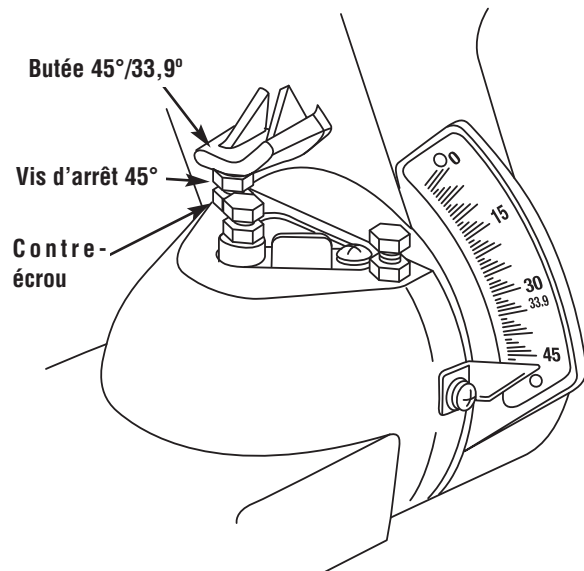

Figure 10. Vis d'arrêt 45° de biseau et contre-écrou
1. Abaissez la vis d'arrêt de biseau 45° et le contre-écrou avec une clé de 12 mm ou une clé à ouverture variable. (Figure 10).
5. Ajustez la vis d'arrêt de biseau 45° jusqu'à ce que la lame entre en contact avec toute la longueur de l'équerre. Serrez le contre-écrou de la vis d'arrêt de biseau 45° (Figure 10).